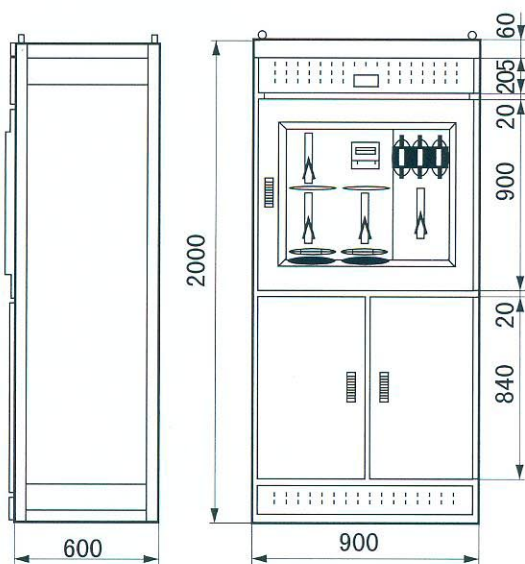

图1 PJ1-Z电能计量配电柜外型图
- ◆ PJ1-Z柜体尺寸: 900 (宽) × 600 (深) × 2200 (高) 外形见图1。
- ◆ PJ1 - Z: 900 (Width) × 600 (Depth) × 2200 (Height); refer to Fig. 1 for overall.